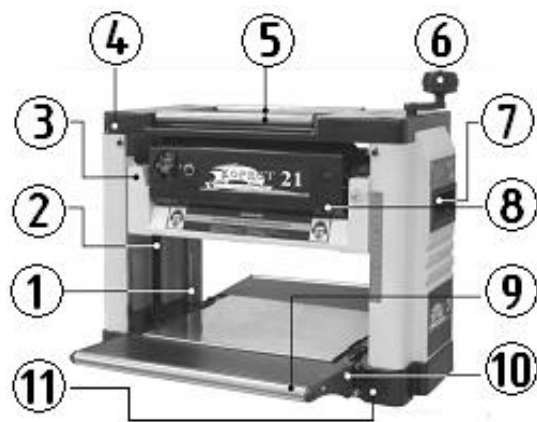

Рис.3
9.2. Электропривод и понижающий редуктор (рис. 3, 4, 4а)
9.5. Рабочий стол, удлинитель стола и рабочая платформа (Рис. 3, 5)